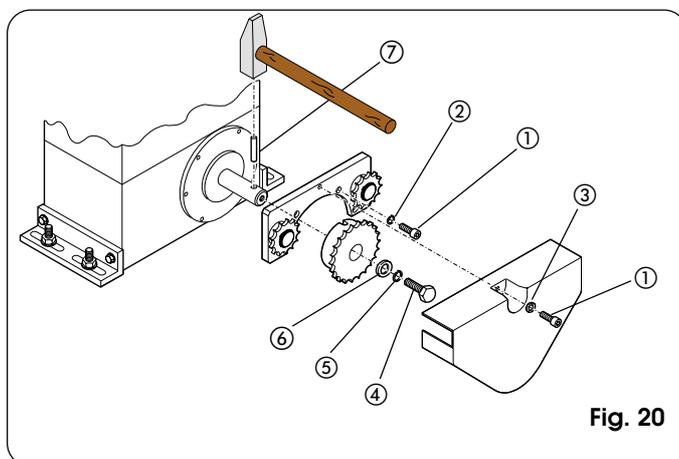
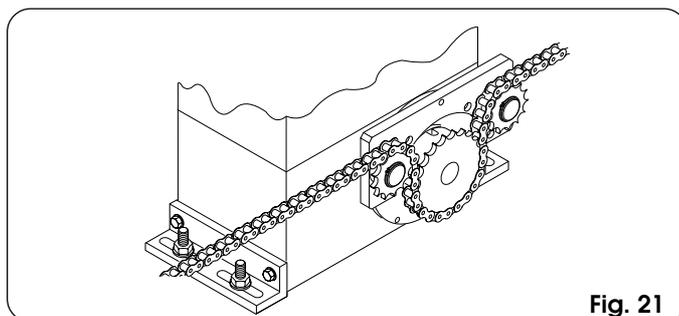

Fig. 20
Fig. 21
4.5.2. MOD. 746 ER RF (Fig. 20 - 21)
- 1) Introduire le goujon élastique ⑦ dans l'arbre en utilisant un marteau.
- 2) Appliquer sur la bride du motoréducteur la patte des renvois fous, en utilisant les quatre vis ① (M5 x 12) et les rondelles spécifiques ② présentes dans le kit de la Fig.20.
- 3) Appliquer le pignon à chaîne sur l'arbre en faisant coïncider les logements du pignon sur le goujon élastique et serrer la vis ④ et les rondelles spécifiques ⑤ et ⑥.
- 4) Passer la chaîne d'après la Fig.21 et monter le carter de protection avec la vis ① et la rondelle ③ d'après la Fig.20.